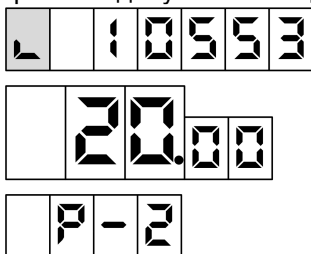

Рисунок 8
8.7 Предусмотрен просмотр на табло значений суммарного счетчика рукава в строке указателя стоимости с мигающим символом "L" в старшем разряде. В строке цены за литр отображается порядковый номер рукава и символы "P -" (рисунок 8). В случае многорукавной